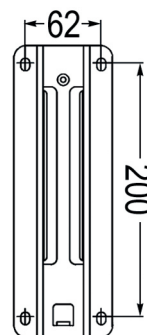

Bild 1
3. Nehmen Sie die Halterung als Schablone, um die Positionen der Schrauben zu markieren und Löcher in die Wand zu bohren. (Abbildung 1)